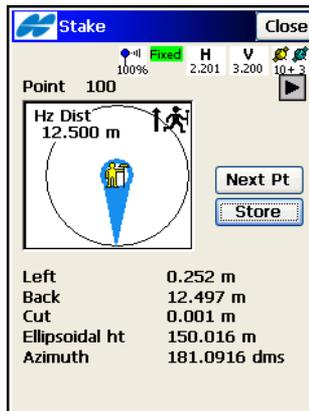

Abbildung 9-5. GPS-Absteckung
7. Im GPS+-Modus nutzen Sie die Angaben im Fenster **Abstecken**, um den Zielpunkt zu suchen (Abbildung 9-5). Tippen Sie auf **Speich**, wenn die Position nah genug an der Sollposition liegt. Tippen Sie auf **Nächster**, um den nächsten Absteckpunkt des Datensatzes zu wählen.